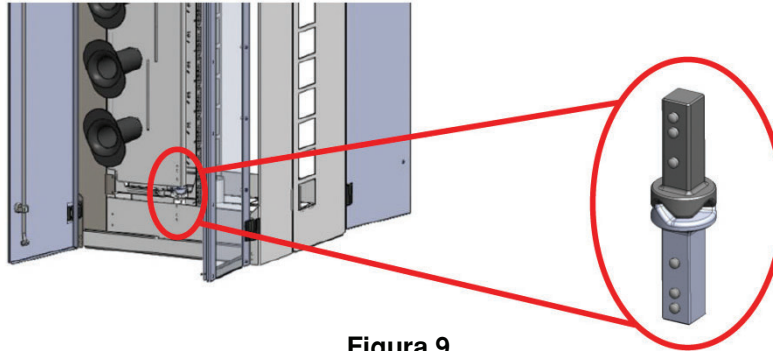

Figura 9
- 5.1.5.2 La bisagra en la Puerta Organizadora de Cables es una bisagra con pivote de leva (Figura 9). Para abrir suavemente utilice un carrete organizador de cables para abrir la puerta.
- 5.5.2 Coloque la cubierta sobre los tornillos y mientras sostiene con una mano, apriete cada tornillo presionando manualmente (Figura 9).